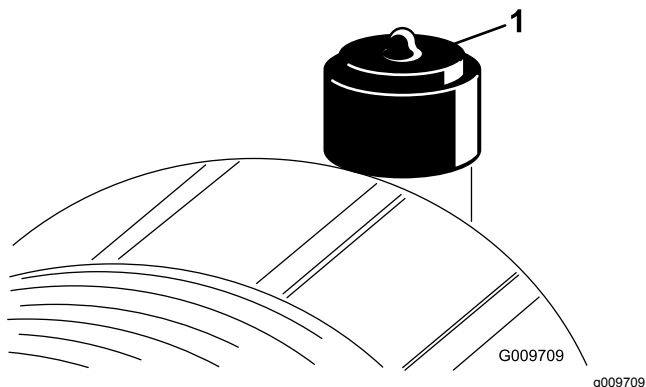

Figura 54
Effettuate la manutenzione del filtro dell'aria quando l'indicatore (Figura 54) lo richiede. Sostituendo il filtro dell'aria prima del necessario si aumenta il rischio che la morchia penetri nel motore quando si toglie il filtro.
2. Se la spia (Figura 54) è rossa, resettatela.